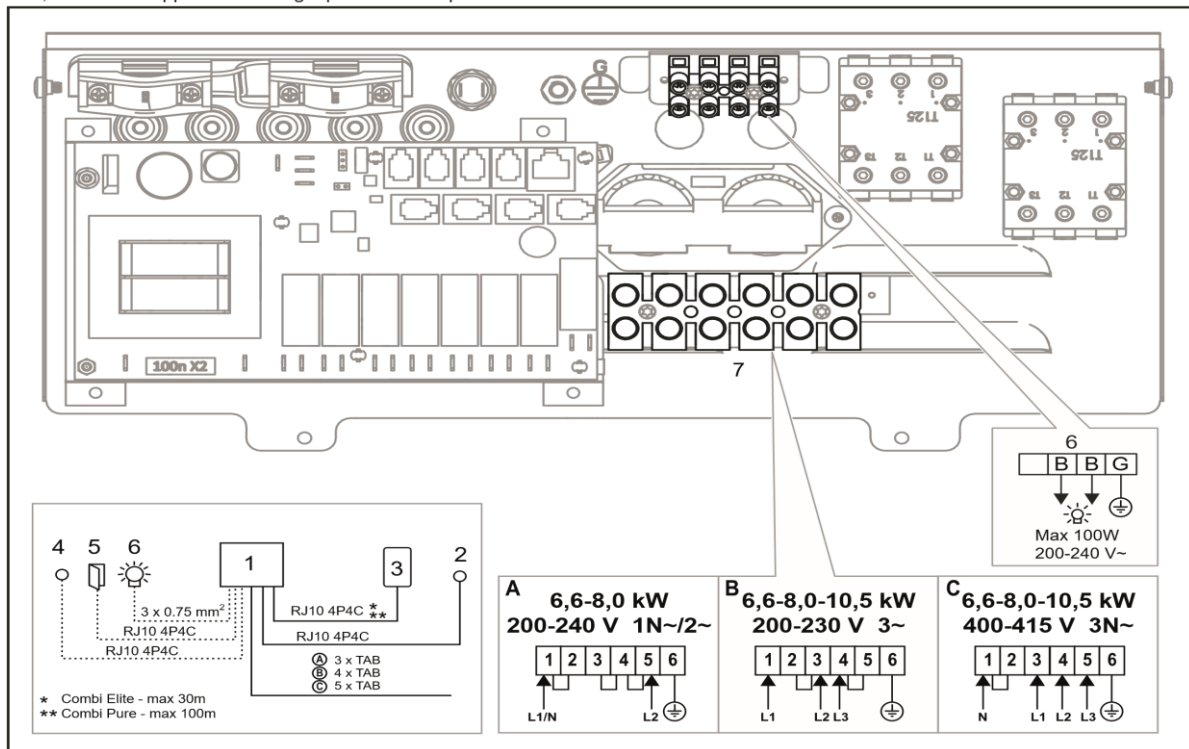

Figura 17: Schema elettrico
4. Collegare il cavo elettrico (vedere Figura 10) secondo lo schema elettrico (vedere Figura 17).
7. Collegare il cavo della luce (se pertinente) (7), vedere la figura 10, secondo lo schema elettrico della figura 17.
Contattare il servizio clienti Tylö prima di collegare a tensioni o numeri di fasi che non sono elencati nello schema elettrico Figura 17.